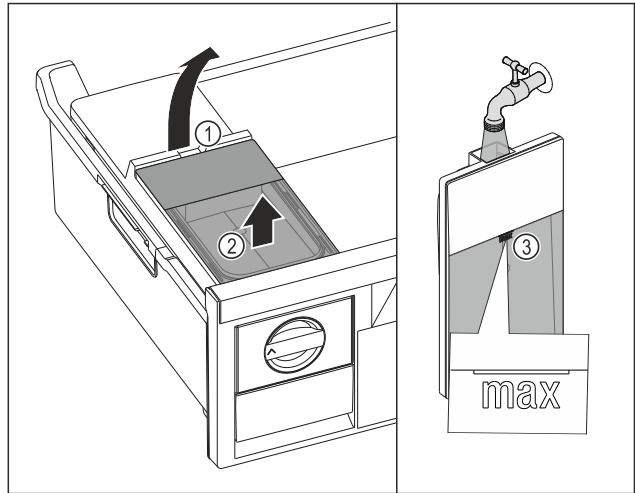

Fig. 166
- Soulever le réservoir d'eau par l'encoche Fig. 166 (1).
- Retirer le réservoir d'eau par le haut. Fig. 166 (2)
- Remplir le réservoir d'eau potable jusqu'au repère Fig. 166 (3).